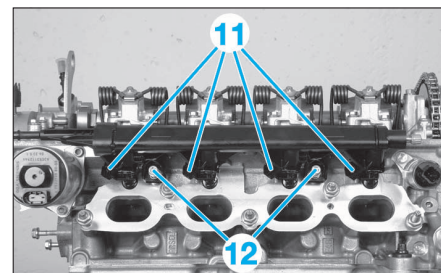

FIG. 36
- Désaccoupler le tube d'alimentation de carburant en (c) (Fig.36).
- Déposer les vis (12).